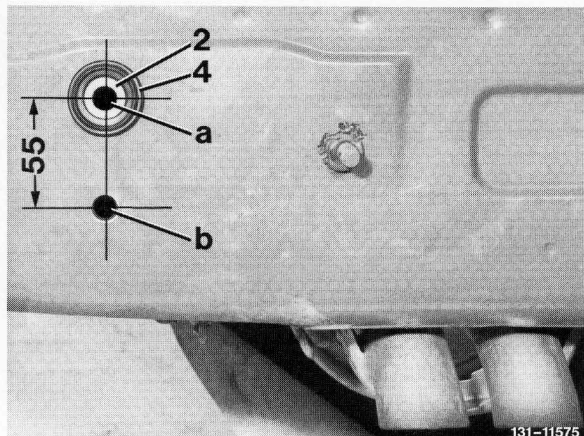

Bild 1
6 Am Heckmittelstück links und rechts das vorhandene Loch (a) mit 23 mm Durchmesser aufbohren sowie das durch Körnerschlag gezeichnete Loch (b) mit 12 mm Durchmesser bohren (Bild 1).
7 Versteifungsträger (2 und 3) in die Mulden des Kofferraumes links und rechts einlegen. Anschließend Dichtbeilage (4) auf die außen links und rechts am Heckmittelstück sichtbare Abstandshülse der Versteifungsträger (2 und 3) montieren (Bild 1 und 2).